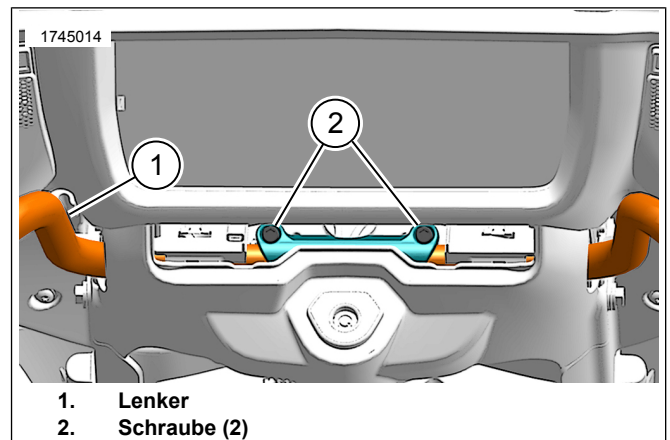

Abbildung 2. Lenkerschraube
4. Abbildung 2 **FLHX/SE ab 2023:** Den Lenker absenken.
- a. Eine Linie vom Lenker (1) auf die Schelle ziehen, um die Position des Lenkers zu markieren.
- b. Die Schrauben (2) lösen.
1. Abbildung 2 **FLHX/SE ab 2023**: Den Lenker befestigen.
- a. Den Lenker (1) in die markierte Position heben.
- b. Die Schrauben (2) anziehen.